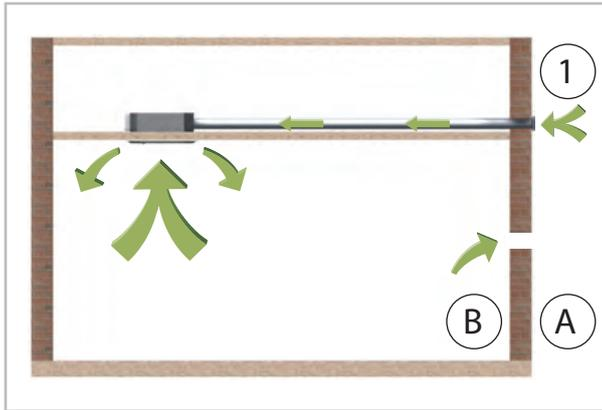

Abb. 35: Frischluftanschluss
- Für den Frischluftanschluss ist ein Bundkragen mit 65 mm zu montieren (Abb. 35).